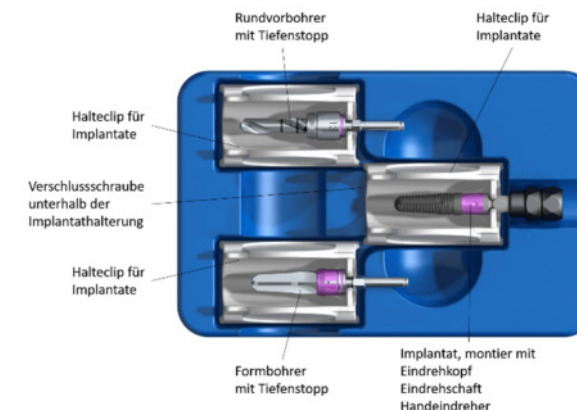

Abbildung 1: OP-Box des Implantatsets mit den einzelnen Komponenten
Das LOBS Implantat (Abbildung 1) ist ein enossales Zahnimplantat mit Gewinde aus biokompatiblen Reintitan, Grade IV, mit säuregeätzter Oberfläche. Das Implantat wird vormontiert mit Eindrehkopf, Eindrehschaft und Handeindreher geliefert (Abbildung 2).
- Für die manuelle Insertion wird das Implantat am Handeindreher (s. Abbildung 1) gefasst und wie in